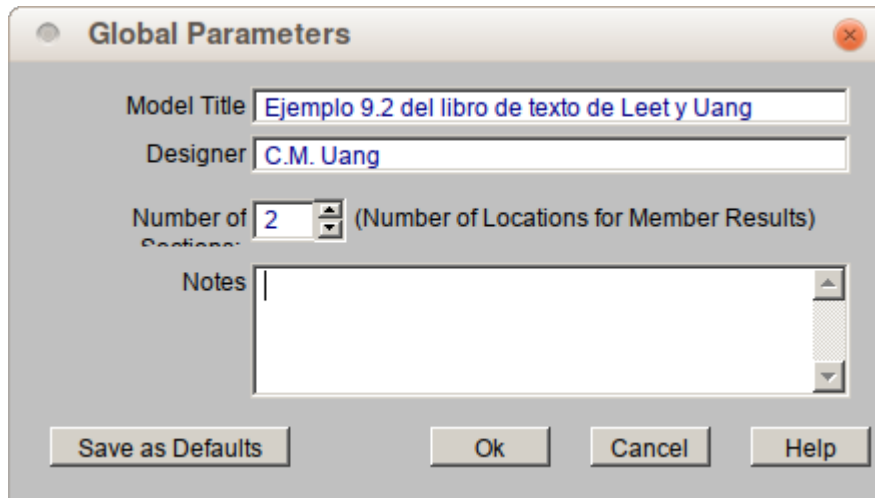

Figura 3
3. Presione **Global** de la barra de menús e ingrese la información para el **Título del Modelo** y el nombre del **Diseñador** en la ventana de **Parámetros Globales** (vea la Figura 3). El programa puede proporcionar las fuerzas internas (momentos, cortantes, fuerzas axiales) en un número de secciones igualmente espaciadas a lo largo de los miembros. El número predeterminado de secciones es de 5, lo cual es útil cuando usted analiza vigas continuas o marcos. Para un análisis de armaduras, sin embargo, la única fuerza interna en los miembros es la carga axial, y ésta es constante a lo largo de los miembros tipo armadura. Establezca el **Número de Secciones** a 2 para que se proporcionen las fuerzas internas en ambos extremos de los miembros. Presione **Aceptar** una vez que haya completado la información.
13. La información de la deflexión de los nodos se puede ver dando clic en **Deflexiones de los Nodos** de la barra de herramientas **Resultados** (vea la Figura 13). Dando clic en **Fuerzas en los Miembros** de la barra de herramientas **Resultados** se da un resumen de las fuerzas internas en todos los miembros (vea la Figura 14). Estas son las fuerzas en los miembros calculadas a lo largo de cada miembro. El número de secciones para las que las fuerzas son reportadas se controla por el **Número de Secciones** especificado en la ventana de **Parámetros Globales** (vea la Figura 3). El número de segmentos de miembros es el **Número de Secciones** menos 1. La longitud de cada segmento de miembro es la misma. Por ejemplo, si usted especifica 5 secciones, el miembro se divide en 4 piezas iguales y las fuerzas se reportan para cada pieza (vea la Figura 15). En cuanto concierne a la convención de signos, los signos de estos resultados corresponden a los ejes locales de los miembros, empleando la regla de la mano derecha. Las fuerzas del lado izquierdo en cada localización de sección se muestran. Hay tres valores de fuerza para cada localización de sección. Estas son las axiales, cortantes y momentos. Como se puede ver en la Figura 15, las fuerzas de sección listadas en cualquier sección dada son las fuerzas del lado izquierdo. Para fuerzas axiales, compresión es positiva. Para momentos, movimiento en contra del reloj a lo largo del eje del miembro es positivo.